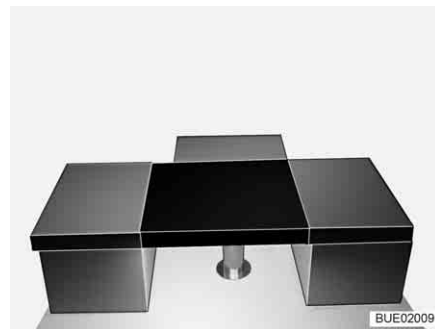

Fig. 151 Après la transformation
- Poser le coussin supplémentaire rectangulaire sur la table (entre les coussins d'assise des banquettes, voir Fig. 151).